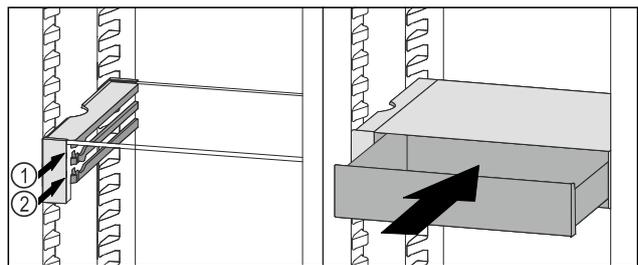

Fig. 99
- ▶ VarioSafe-Schubfach hinter den Stopperrn auf gewünschter Rippe Fig. 99 (1) oder Fig. 99 (2) aufsetzen.